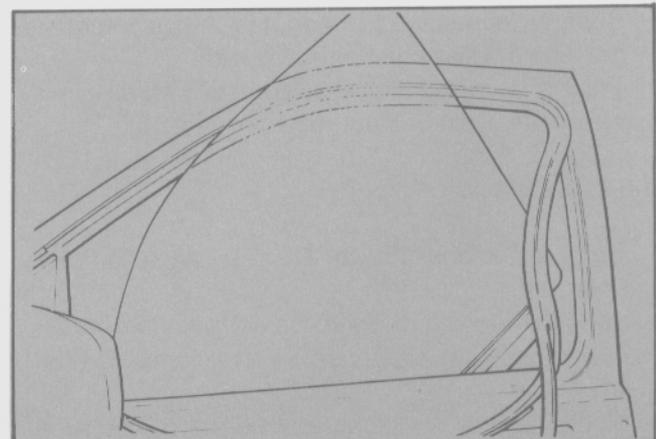

Fig. 52 - Extracción del cristal.
- Posicionar adecuadamente el cristal y retirarlo. (Fig. 52).